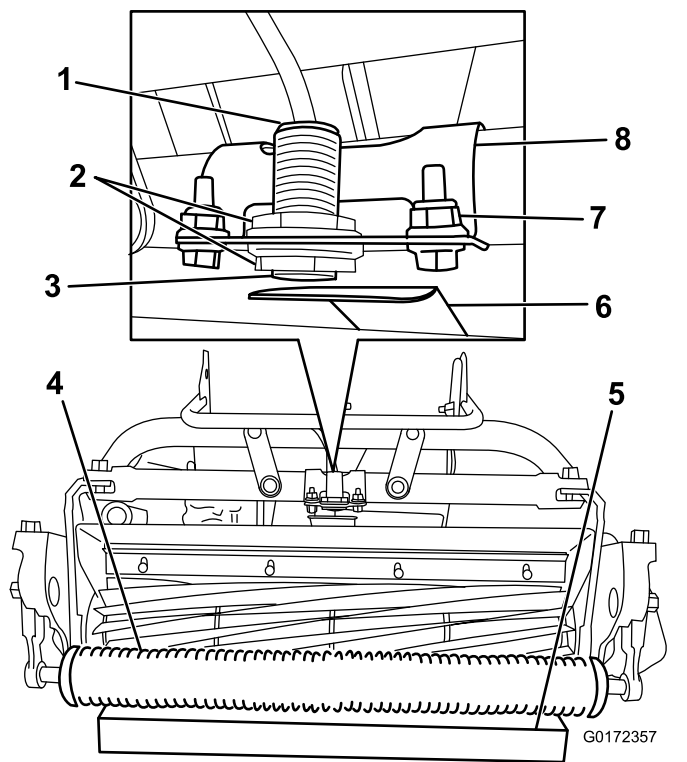

图17
2. 松开传感器上的锁紧螺母并调节传感器确保看到一条螺纹越过下部锁紧螺母图17。
4. 将 3.8cm 的挡块放在前滚刀组滚筒下面图17。
5. 松开将传感器支架固定到机架的紧固件图17。
8. 向靶板方向旋转传感器支架直至传感器顶部的指示灯亮起图17。如果指示灯已经亮起把传感器支架旋离靶板直至它熄灭然后反方向旋转直至指示灯再次亮起。